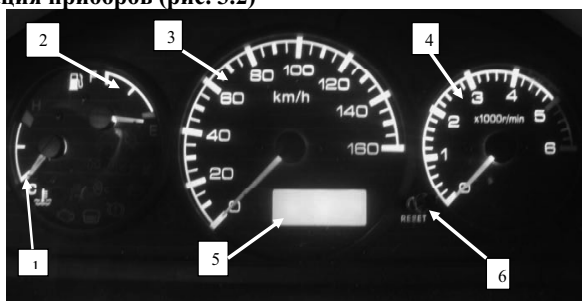

Рис. 3.2
3.2 Комбинация приборов (рис. 3.2)
5. Индикатор пробега (рис. 3.3); Нижняя строка индикатора указывает суммарный пробег автомобиля, а верхняя является суточным счетчиком пройденного пути. Счетчик пройденного пути имеет два регистра значений А и В. Для перехода из одного регистра в другой необходимо кратковременно нажать кнопку сброса суточного счетчика пройденного пути (рис. 3.2, поз.6). Для обнуления показаний регистров суточных пробегов необходимо удерживать кнопку не менее 2 сек в каждом из регистров. С момента обнуления показаний на одном из двух регистров (А или В) их показания начнут различаться, тем самым реализуется возможность измерять протяженность выбранного участка пути из общей протяженности маршрута.